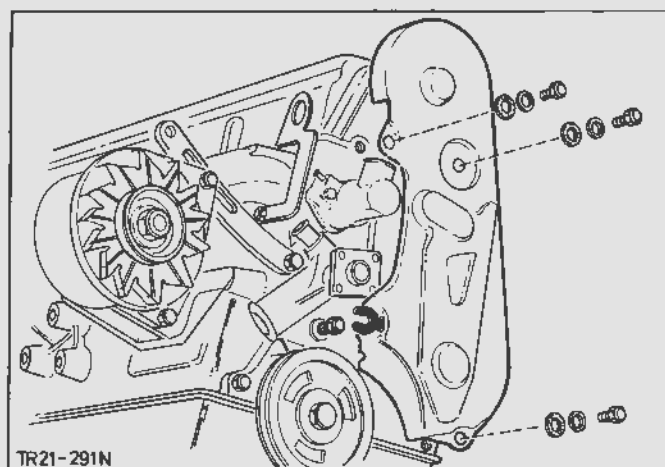

Fig.135. Tandremsdæksel med monteringsdele
19. Monter strømfordelerdækslet og tandremsdækslet, Fig.135.